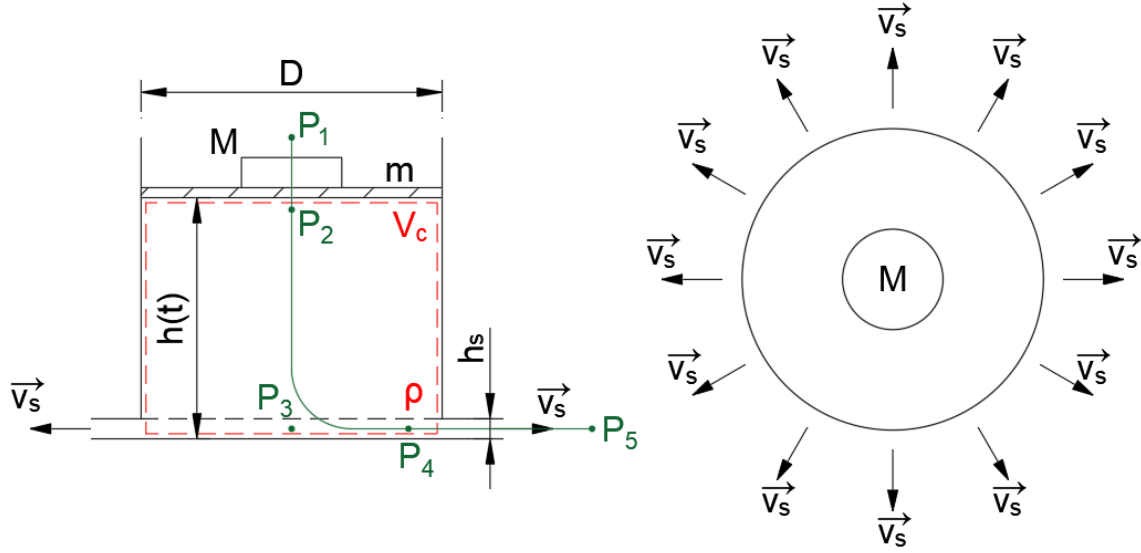

Figura 9.13: Esquema del depósito con salida de tipo anillo.
7. Para el depósito de la Figura 9.13 hallar la expresión del tiempo que tardaría en vaciarse sabiendo que  $h(t = 0) = H_0$